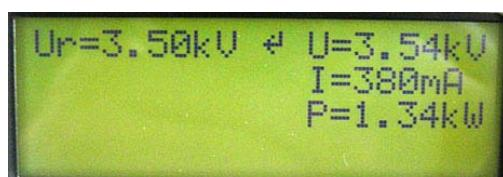

Рис.4. Жидкокристаллический информационный дисплей при работе ИП
- 6 – Жидкокристаллический информационный дисплей (подробнее на рис.4.).
Текущая информация о состоянии источника питания отражается на **жидкокристаллическом информационном дисплее** в двух столбцах по 4 строки (рис.4.). В левом столбце расположена информация об установленных значениях параметров источника питания, в правом столбце – информация о текущих значениях параметров. Пояснения показаний, отображаемых к каждой ячейке на дисплее, приведены на рис.5.